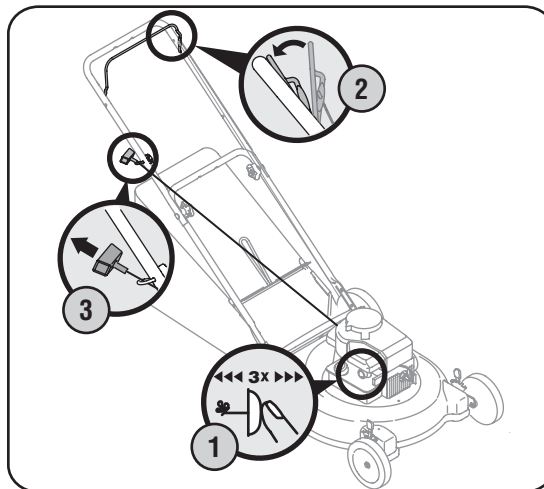

Figura 4-2
1. Oprima el cebador tres veces (de ser equipado). Espere aproximadamente dos segundos entre cada presión. Vea la Figura 4-2. En climas con temperaturas de alrededor de 55° F o menos, oprima el cebador cinco veces. No cebe el motor caliente para reiniciarlo luego de una detención breve.
2. Colóquese detrás de la podadora, apriete la manija de control de la cuchilla y sosténgala contra la manija superior. Ver la Figura 4-2.
3. Sostenga firmemente las dos manijas juntas, tome la manija del arrancador de retroceso y tire de la cuerda para sacarla con un movimiento rápido y continuo. Vea la Figura 4-2. Mantenga firme la manija del arrancador, deje que la cuerda regrese lentamente al arrancador. Repita hasta que el motor esté en marcha. Deje que la cuerda se enrosque lentamente de regreso.